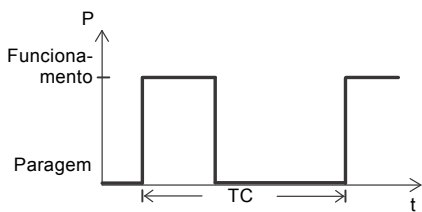

Fig. 5 Funcionamento S3
O funcionamento S3 consiste numa série de ciclos de funcionamento (TC) de 10 minutos. Cada ciclo tem um período de 4 minutos de carga constante seguido de um período de 6 minutos de descanso. Não é alcançado equilíbrio térmico durante o ciclo. Consulte a fig. 5.